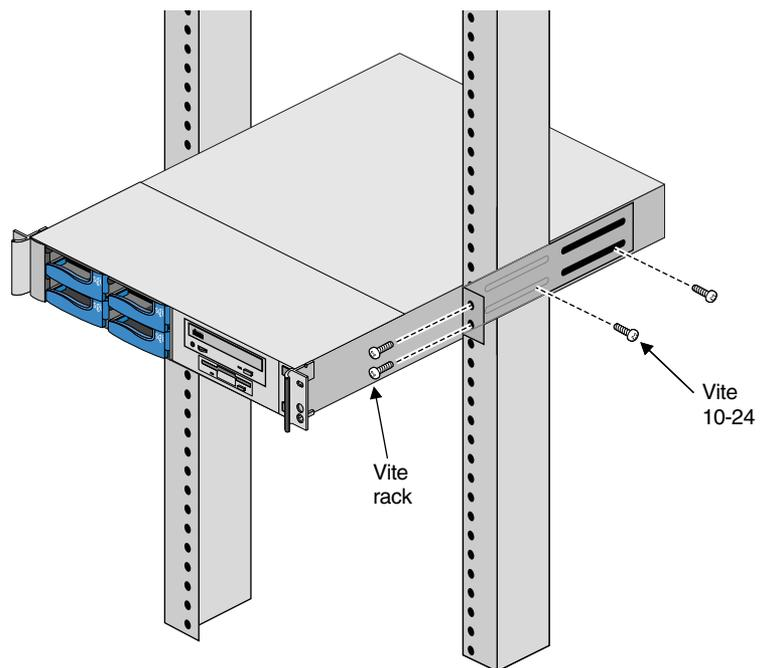

Figura 3-2 Installazione del telaio in un rack a montaggio centrale
4. Mentre una persona fa scorrere il sistema nelle staffe dalla parte frontale del rack, e lo mantiene in posizione, l'altra persona allinea gli alloggiamenti per le due viti anteriori. Assicurare fermamente il sistema e installare le viti del telaio frontale in modo leggero per tenere la maggior parte del peso del sistema. Vedere anche la Figura 3-2.